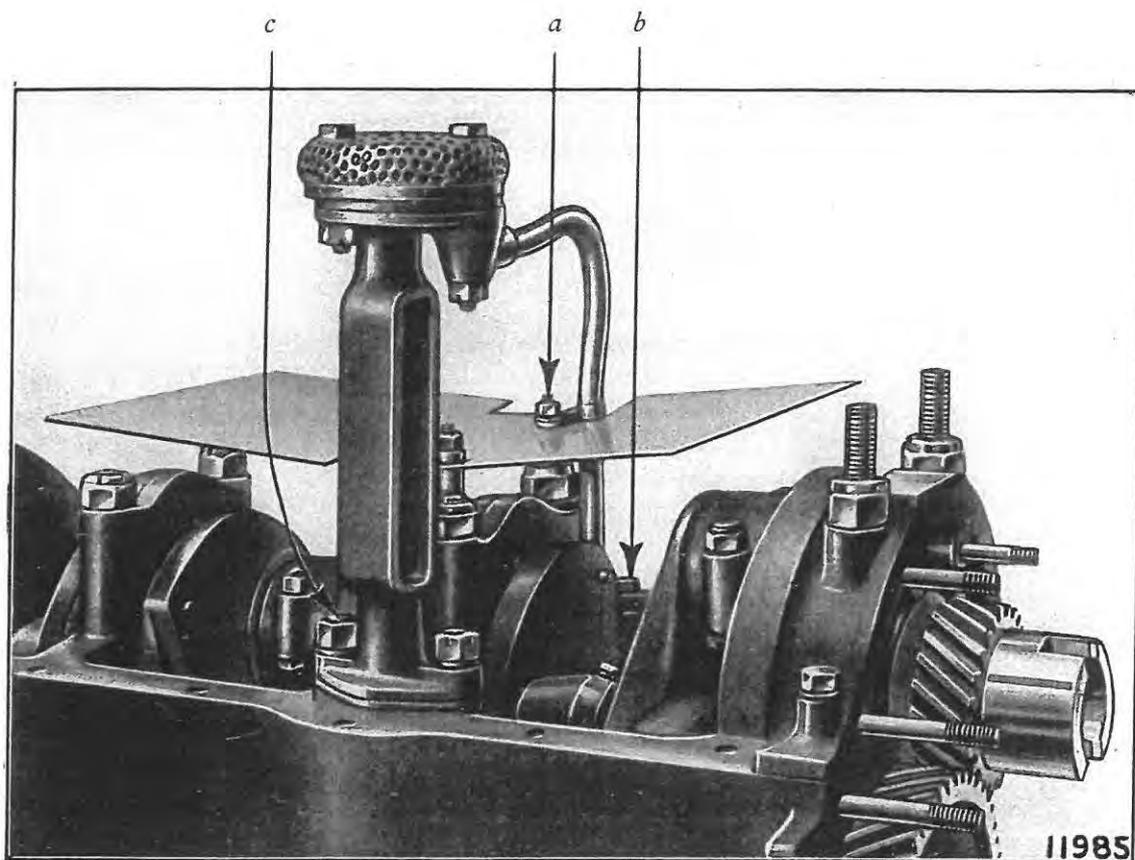

Fig. 22. — Démontage de la pompe à huile.
10. **Enlever la tôle avant et l'ensemble de la pompe (Fig. 22).**